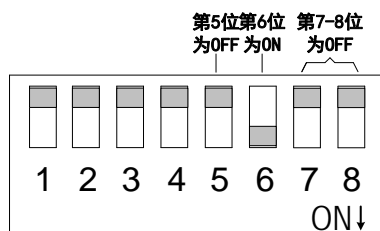

图 4.22 -3.3V~+3.3V 差分信号调速的拨码开关配置
-3.3V~+3.3V 差分信号模拟信号占空比调速方式的码开关配置如图 4.22 所示。第 1-3 位配置电机额定电流（如何配置电机额定电流见表 2.2）；第 4 位配置堵转时间（如何配置见表 2.3）；第 5-7 位配置调速方式（如何配置调速方式见表 2.4），我们将第 5 位拨到 OFF，第 6 位拨到 ON，第 7 位拨到 OFF；第 8 位控制方式位拨到 OFF。